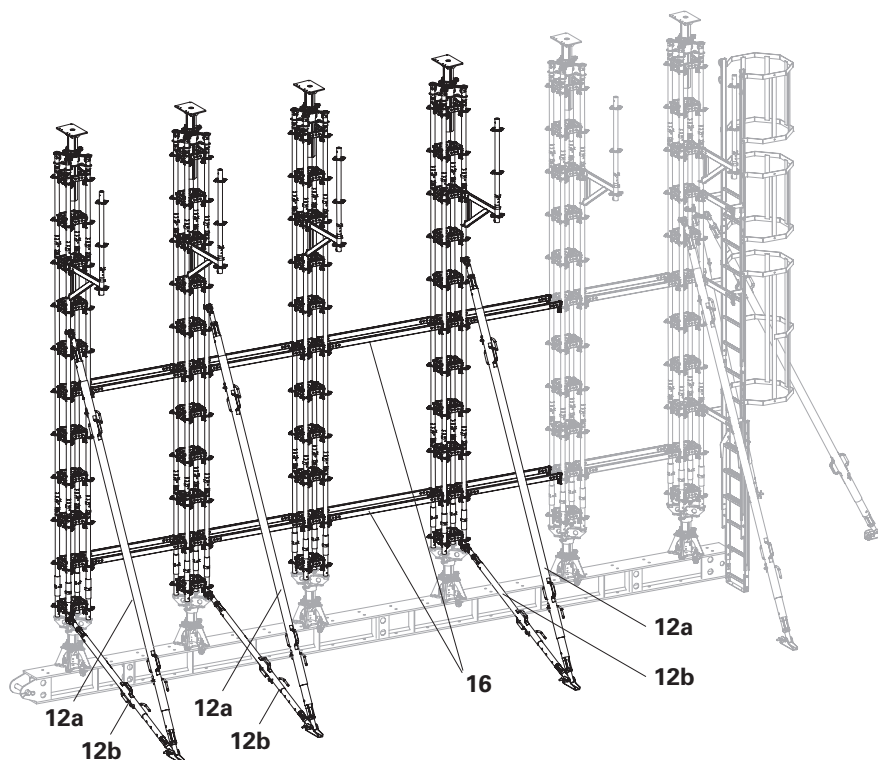

Fig. A6.16
5. L'ultimo puntello a portata elevata HD applicato alla stilata deve sempre essere dotato di puntelli tira-spingi. (Fig. A6.16)